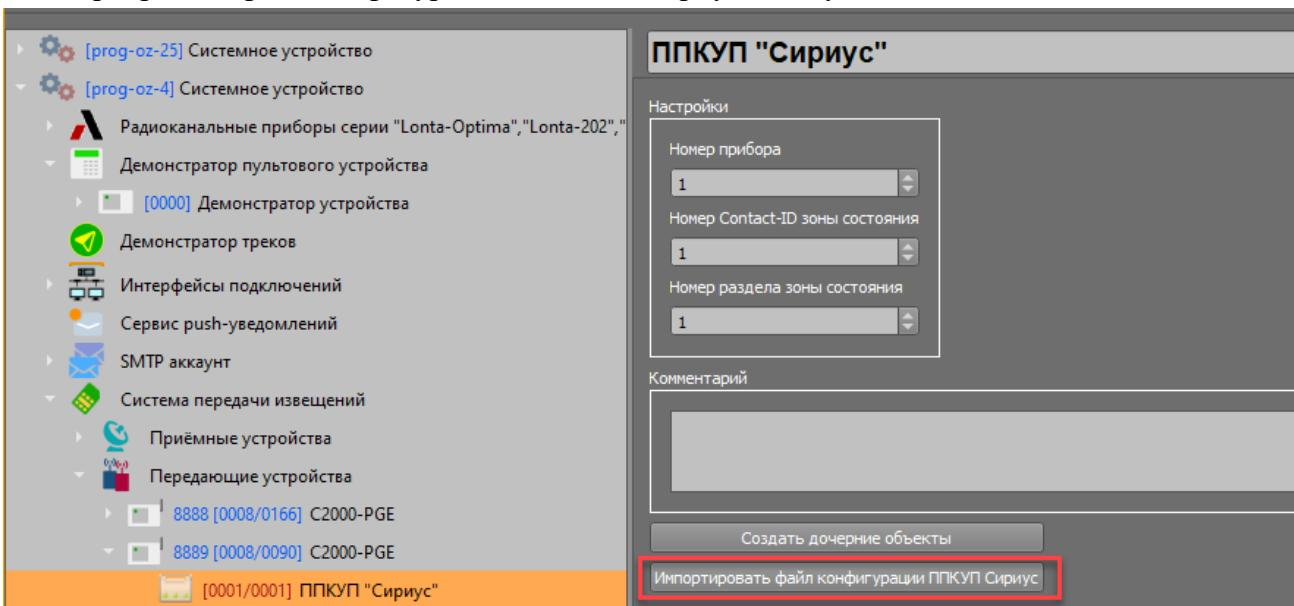

Рисунок 2-54. Свойства ППКУП Сириус под ПОО «C2000-PGE»
3. В свойствах появившегося под C2000-PGE ППКУП Сириус необходимо указать номер раздела зоны состояния 1 и сохранить изменения. После чего нажать на кнопку «Импортировать файл конфигурации ППКУП Сириус» (Рисунок 2-54).